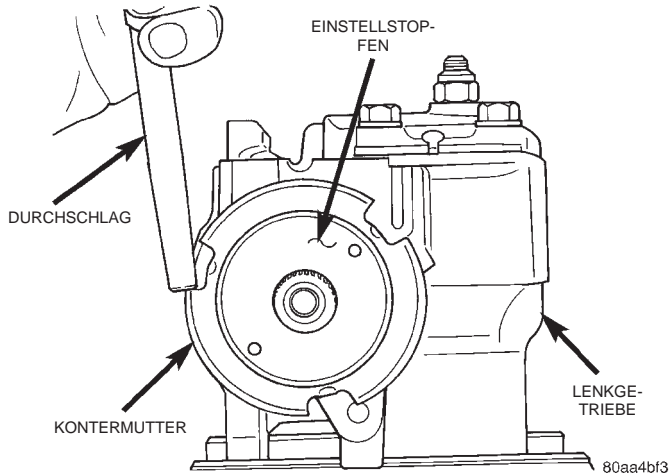
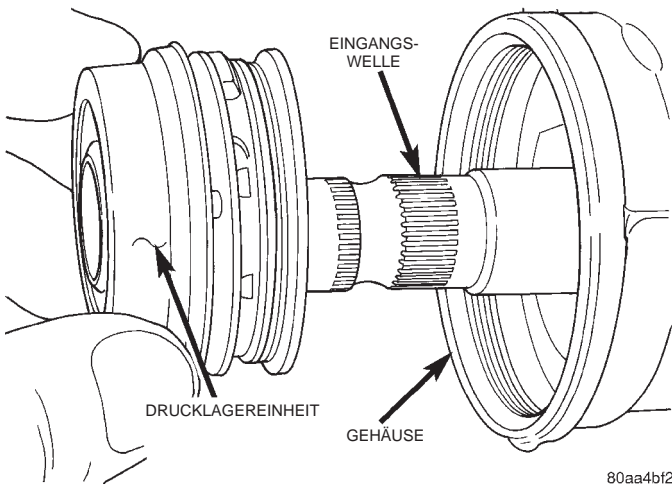

Abb. 9 Kontermutter und Einstellstopfen
Abb. 10 Drucklagereinheit
- (1) Kontermutter abbauen (Abb. 9).
- (2) Einstellstopfen mit Schraubenschlüssel C-4381 ausbauen.
- (3) Drucklagereinheit aus dem Gehäuse ausbauen (Abb. 10).